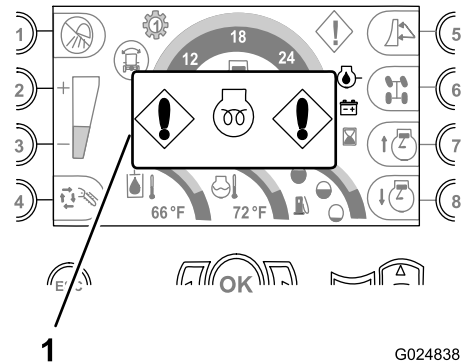

Figura 34
- **Indicador de calentamiento del motor** — Este indicador aparece cuando el interruptor de encendido está en la posición de Encendido y el calentador del aire de admisión del motor está encendido (Figura 34).
Nota: Espere a que desaparezca el indicador antes de intentar arrancar el motor (Figura 34).